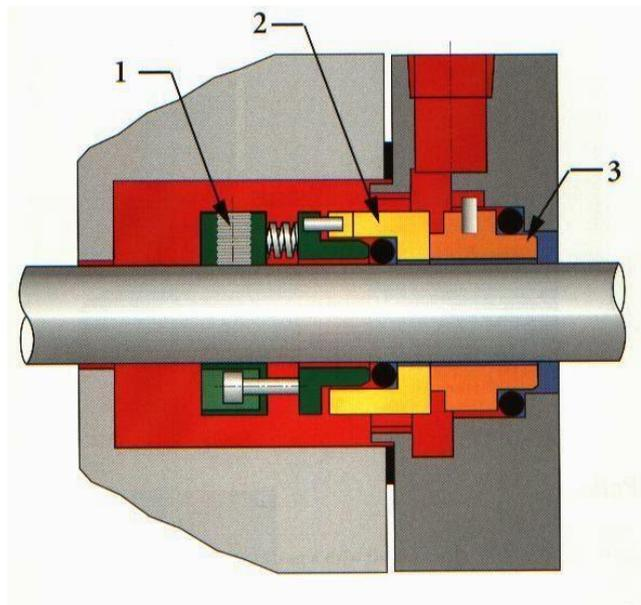

FIGURA 1.7
Na figura 1.7 o número (1) representa as partes de metal que posicionam e faz o selo girar com o eixo da bomba, elas devem também acomodar desalinhamentos dinâmicos causados por run-out, deflexão e outros impulsos do eixo da bomba dentro de uma certa tolerância.